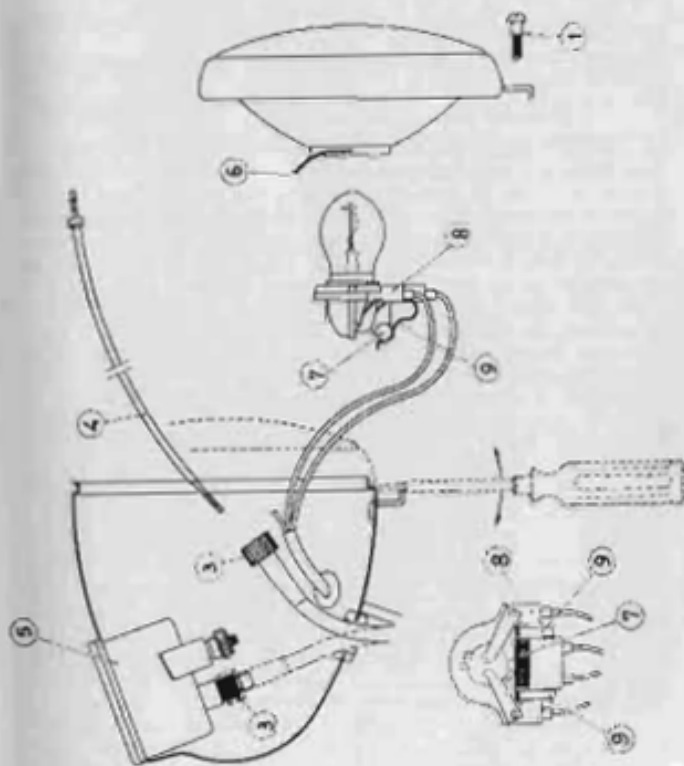

Fig. 20 - Faro delantero. Desmontaje del cable transmisión puerta-kilómetros y cambio de lámpara.
--- Se saca por el interior de la carcasa del faro delantero, aflojando el tornillo 1 (fig. 20) y valiéndose de un destornillador saldrá el conjunto de la óptica. Para más detalles véase 12.3., pág. 38.